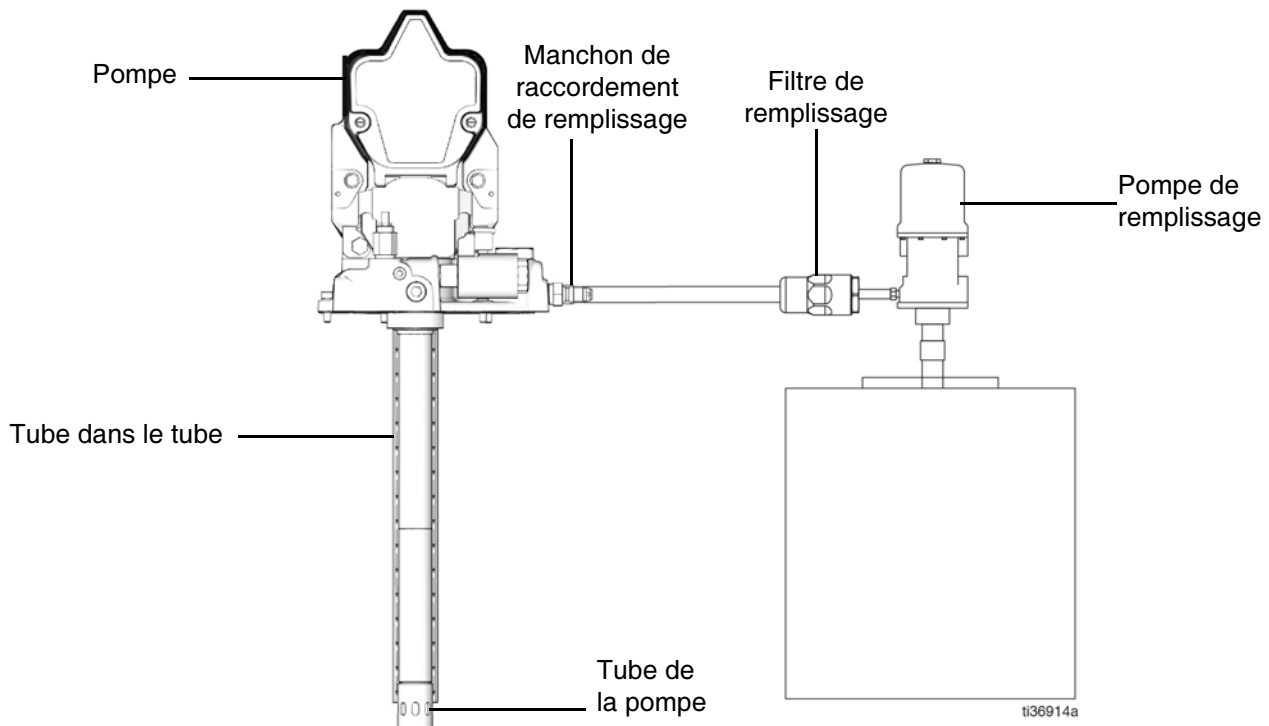

FIG. 3
2. Lancer la pompe de remplissage jusqu'à ce que la graisse sorte du dessous du tube dans le tube (FIG. 3 et FIG. 4).